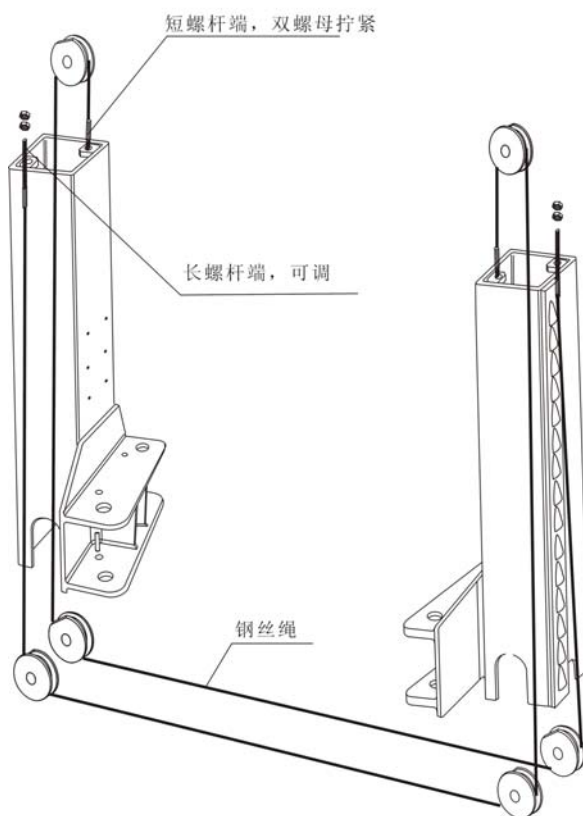
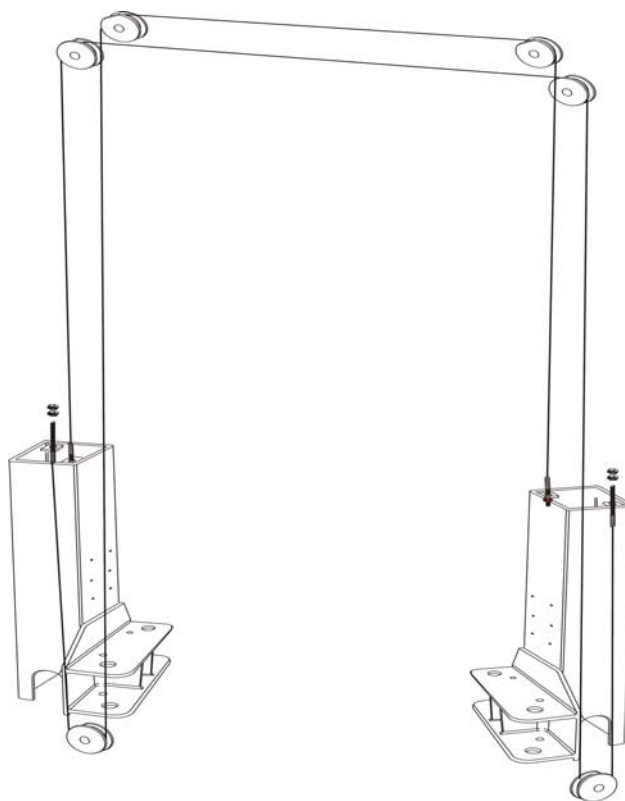

图 9b
图 9c
- 将两个滑台提升到辅助锁定位置上，两滑台与地面的距离必须相同。TLT235SBA、TLT235SBA (E)、TLT240SBA 机型将两根钢丝绳按图 9b 所示走向装好；TLT240SCA、TLT235SCA (U) 机型将两根钢丝绳按图 9c 所示走向装好。